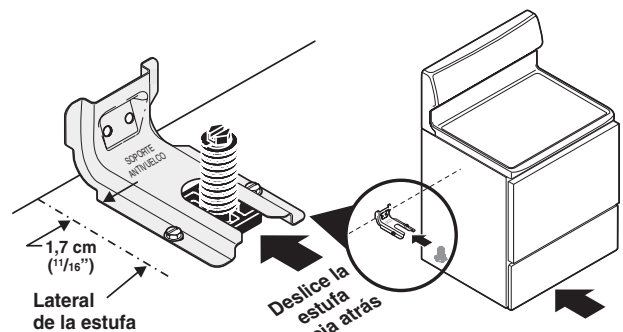

Fig. 7
**1c. Nivele y ubique la estufa** - Nivele la estufa ajustando los cuatro (4) tornillos niveladores con una llave. NOTA: Se debe dejar un espacio libre mínimo de 1/8" entre la parte inferior de la estufa y los tornillos niveladores a fin de dejar espacio para instalar el soporte. Use un nivel de burbuja de aire para verificar los ajustes. Deslice la estufa de nuevo a su lugar (Ver Fig. 7). Verifique visualmente si el tornillo nivelador trasero está insertado y firmemente asegurado por el soporte antivuelco retirando el panel inferior o la gaveta de almacenamiento. Para los modelos con una gaveta calentadora o compartimiento asador, sujete la estufa desde el borde superior trasero y trate de inclinarla hacia adelante cuidadosamente.